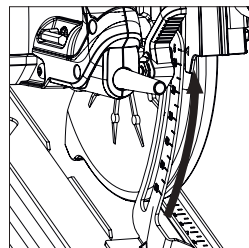

Abb. 10
(12) EINSTELLEN DER SCHNITTtiefe
- Lösen Sie die Verriegelung für die Einstellung der Schnitttiefe, indem Sie den Bedienhebel nach oben ziehen. **(Abb. 10)**